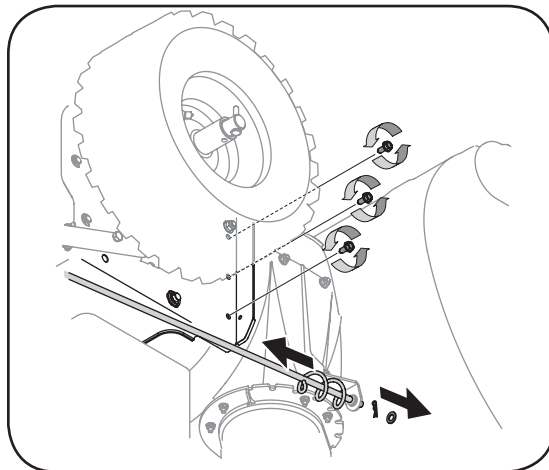

Figure 28
8. Retirez les boulons du haut qui maintiennent l'habitacle de la tarière sur le châssis. Utilisez une clé de 9/16es de po. Voir la Figure 28.